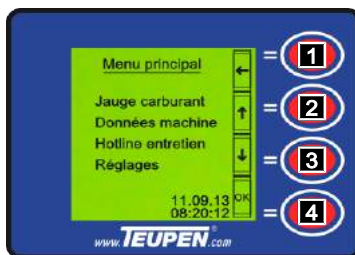

Fig. 82
1. Sélectionner un sous-menu avec les [Touches de fonction] (Fig.82/2 et 3).
2. Accéder avec la [Touche de fonction] (Fig.82/4) au sous-menu sélectionné.
3. Retourner au « Menu principal » avec la [Touche de fonction] (Fig.82/1).